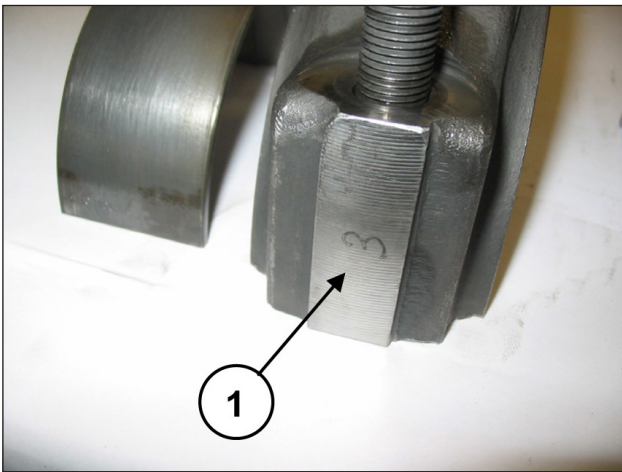

Abb. 33
Paaren Sie die Pleuelhälften mit dem vorab ausgebauten Pleueldeckeln unter Berücksichtigung der Nummerierung (Pos. ①, Abb. 33).
Trennen Sie Pleueldeckel und Pleuelhälften; die vorschriftsmäßige Paarung wird durch die seitliche Nummerierung garantiert (Pos. ①, Abb. 33).